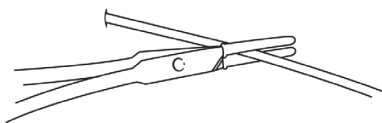

Fig. 1
1. Förbered området. Kläm av katetern ordentligt med en gummiskodd peang nära ingångsstället i huden. (Fig. 1)